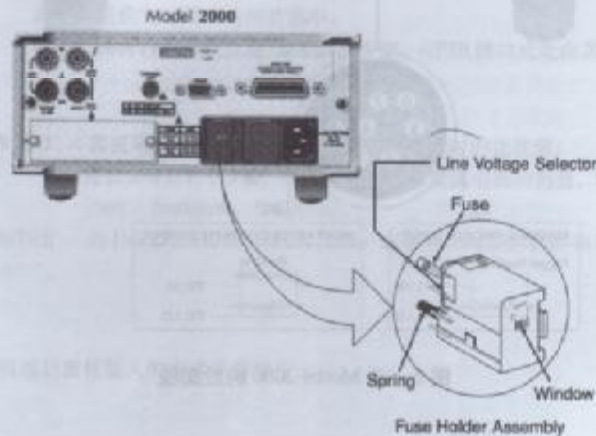

图 2-3 电源输入部分
(1) 检查后面板上电压输入的选择是否符合目前操作环境的电压(请参考图 2-3)。如果不符, 请参考下一小节有关使用电压设定及更换保险丝的内容。
(1) 以平口螺丝起子前端略微伸入保险丝置放座(参考图 2-3), 向左轻压, 此保险丝置放座即可自电源输入组件部分弹出。
(2) 取出并置换如下表 2-1 所列的保险丝。